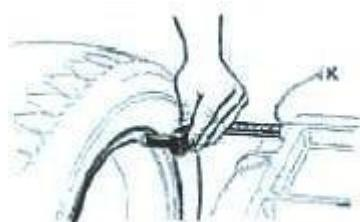

Рис.1
- введите значение «a»: переместите измерительную штангу в положение измерения, как показано на рис. 1, удерживайте ее в этом положении в течение прим. 4 секунд, выполняется запоминание значения, затем возвратите штангу в исходное нулевое положение.